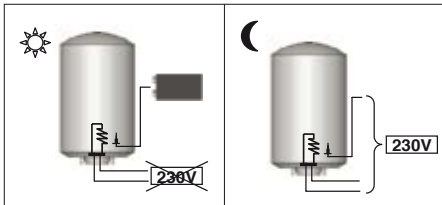

Abbildung 13 - PROfessional TECH Nacht-Stromversorgung + Akkumulator
① **Nacht-Stromversorgung + Batterie**
- > Widerstand ⇔ Nacht-Stromversorgung (ausschließlich, oder mit zwei Schaltzeiten) (Abbildung 13).